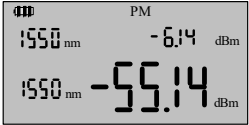

図14 光源がオンのときの光パワーメータ表示画面
注意： 光源表示時でもパワーメータは動作しています。測定された光パワーは、"CMA5 シリーズ 光ロステストの画面"の⑨で示した場所に表示されます。**λ** キーを押すと光源の波長を選択できますが、光パワーメータの測定波長を切り替えることはできません。また、**dB/dBm** キーは操作できません。光源がオンの時に **Func** キーを押し、光パワーメータ表示に切り替え、**λ** キーを押すと光パワーメータで測定する波長を切り替えることができます。逆に光源の波長を選択することはできません。**dB/dBm** キーを押すと、絶対パワー (dBm) と相対パワー (dB) の表示を切り替えることができます。また、**Ls On** キーを押すと光源をオフにすることができます。**CW/MOD** キーは操作できません。図 14 に光源がオンの時の光パワーメータ表示画面を示します。